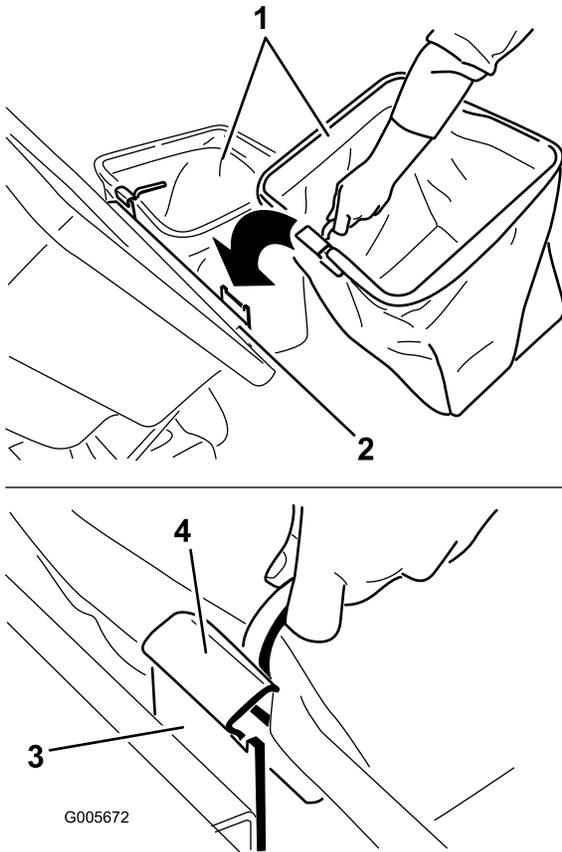

Figura 29
5. Instale las bolsas, colocando el enganche del bastidor de cada bolsa sobre los soportes de retención (Figura 29).